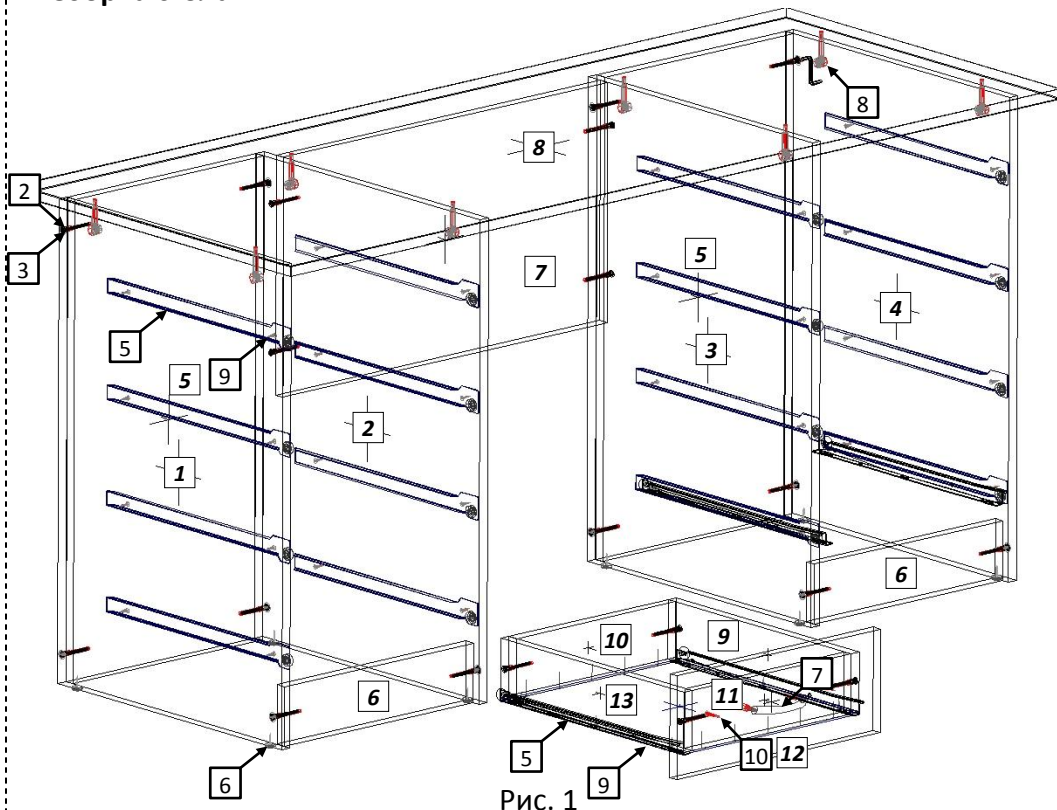

Рис. 1
- 4.3 Евровинтами (2), как показано на рис. 1, соедините боковые стенки стола [1,2,3,4] с вертик. стенками [5,7] и цоколями [6]. Установите крышку. Затяжка соединения производится путём поворота эксцентриков до упора в направлении стрелки, выштампованной на корпусе стяжки.